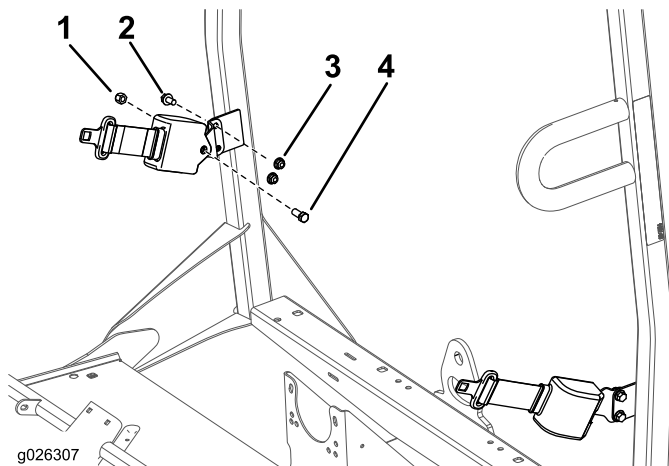

図 7
1. シートベルト用アンカーブラケットを ROPS についている各タブに取り付けるボルト 3/8 インチ 2本とナット 3/8 インチ を使用する。 図 7を参照。
2. 各シートベルト・アセンブリの引き込み側を、アンカーブラケットに取り付ける各々についてボルト 7/16 インチ をナット 7/16 インチ を使用する 図 7。